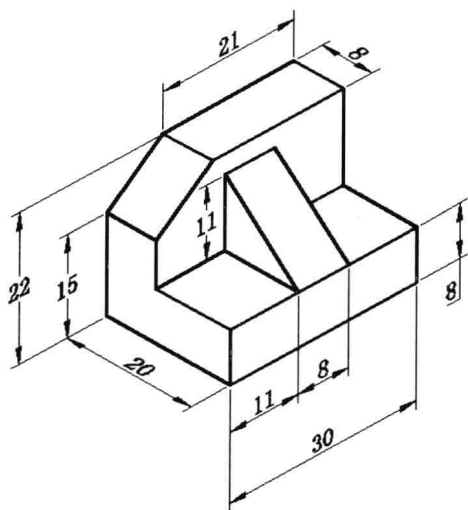
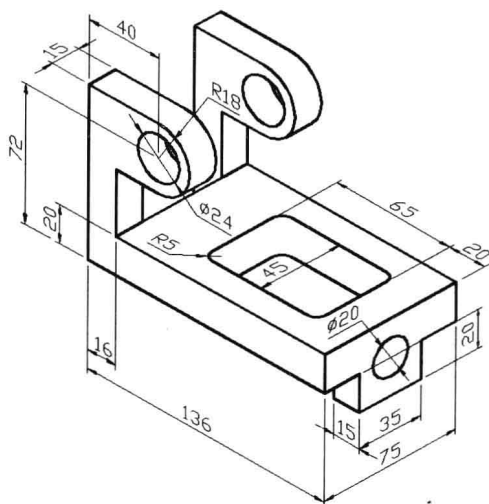

图 8-6-1
图 8-6-2
(1) 制作组合实体, 如图 8-6-1、图 8-6-2、8-6-3 图所示。